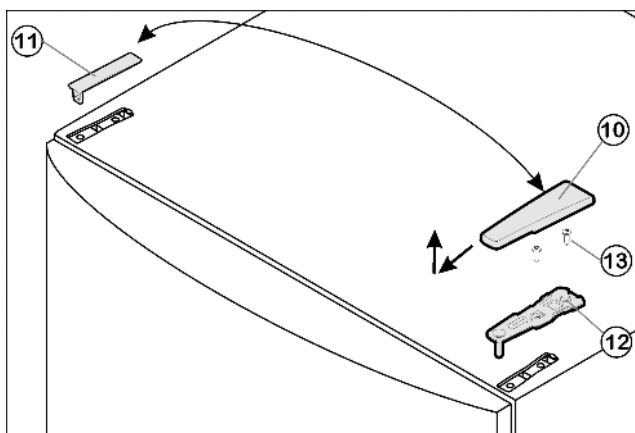

Fig. 4
- Потяните крышку Fig. 4 (10) вперед и вверх.
- Снимите крышку Fig. 4 (11).
- Открутите верхний опорный кронштейн Fig. 4 (12) (2 шт. Torx® 25) Fig. 4 (13) и вытяните вверх.
- ▶ Установите верхний опорный кронштейн Fig. 4 (12) на новой стороне шарнира и защелкните в дверце.
- ▶ Прикрутите верхний опорный кронштейн Fig. 4 (12) (**с моментом 4 Нм**) (2 шт. Torx® 25) Fig. 4 (13). При необходимости сделайте отверстия или используйте аккумуляторную отвертку.
- ▶ Защёлкните крышку Fig. 4 (10) и крышку Fig. 4 (11) на противоположной стороне.